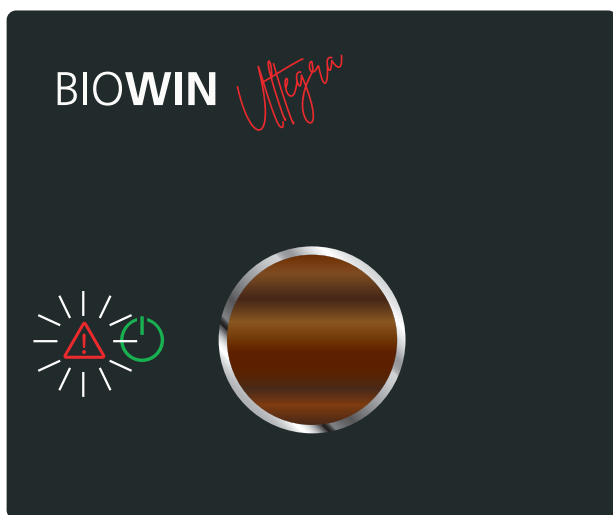

Fig. 6
- ▶ Quando il guasto è stato eliminato, il messaggio può essere resettato ruotando il pulsante myMagic prima sul simbolo OFF , il simbolo OFF  si accende in verde, il simbolo  lampeggia o si accende in bianco, giallo o rosso – Fig. 6.